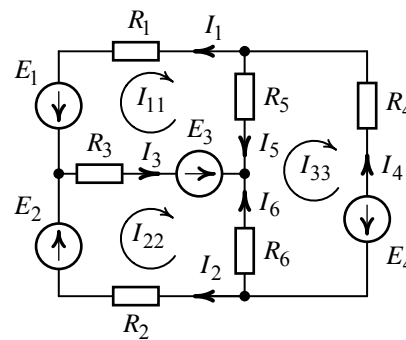

Рис. 4.2
Зададим произвольное положительное направление токов в ветвях схемы и обозначим их, как указано на рис. 4.2.
Достаточное количество контурных уравнений равно трем. Выделим в схеме три независимых контура, по которым замкнем контурные токи I_{11} , I_{22} и I_{33} (рис. 4.2). Направление действия контурных токов выберем по часовой стрелке. Положительное направление обхода контура совместим с направлением контурного тока.
3. Система контурных уравнений (уравнений по второму закону Кирхгофа) имеет вид (рис. 4.2)
7. Действительные токи в ветвях схемы (рис. 4.2) определим как алгебраическую сумму контурных токов смежных контуров:
8. Проверку расчета выполним, составив уравнение по второму закону Кирхгофа, например для внешнего контура (рис. 4.2). Направление обхода контура по часовой стрелке: